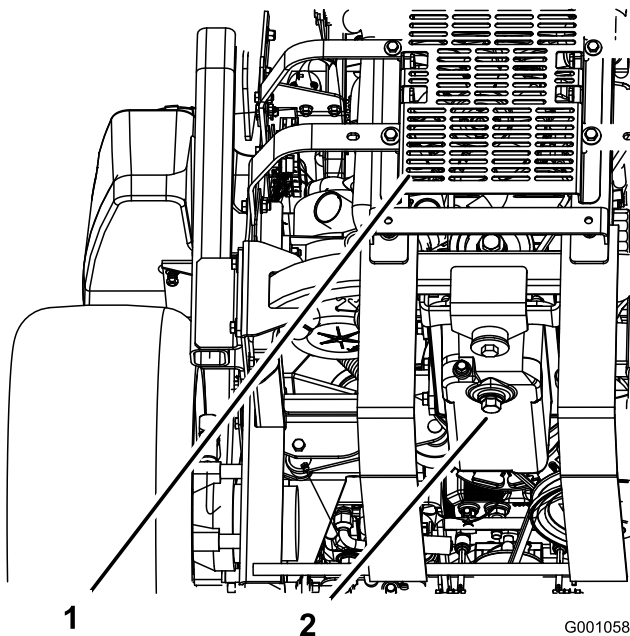

Figure 31
5. Placez un bac de vidange sous l'orifice de vidange. Retirez le bouchon de vidange et laissez s'écouler toute l'huile (Figure 31).